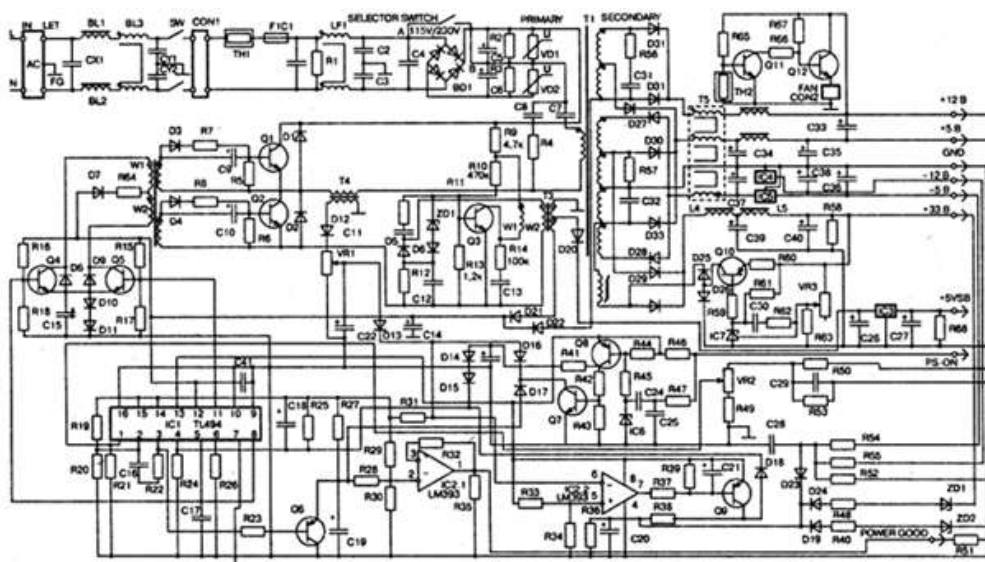

Рисунок 3 - Принципиальная схема блока питания АТХ
Структурная схема источника (рисунок 3) состоит из двух функциональных узлов:
2. Используя электрическую принципиальную схему блока питания ПК АТХ форм фактора (рисунок 3), выделить основные элементы схемы.